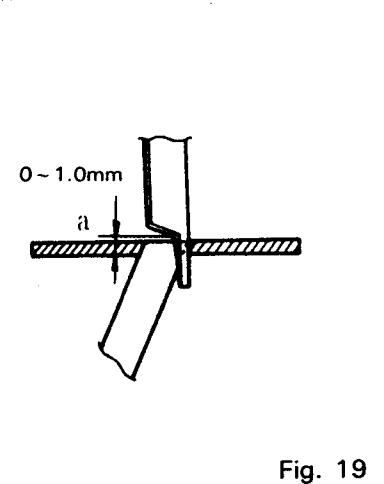

Fig. 19
- (1) Gire a polia até que a faca móvel se posicione em seu ponto morto mais baixo.
- (2) Afrouxe o parafuso de ajuste ①, empurre o detentor ② da faca fixa totalmente para a esquerda e aperte o parafuso de ajuste ① provisoriamente.
- (3) Afrouxe o parafuso de ajuste ③ e ajuste o detentor ④ da faca móvel para a largura de ziguezague da sobrecostura desejada movendo o sujeitador para a esquerda ou direita. Aperte o parafuso de ajuste ③.
- (4) Gire a polia até que o ponto (a) da faca móvel fique 0-1,0 mm acima da superfície superior da placa de garganta como mostrado na Fig. 19, e depois afrouxe o parafuso de ajuste ①.
- (5) Certifique-se de que a faca móvel fique em contacto minucioso com a faca fixa pela pressão da mola, e depois aperte o parafuso de ajuste ①.
- (6) Verifique a agudeza das lâminas das facas. Esta verificação pode ser feita colocando-se um fio entre a faca móvel e a faca fixa e girando a polia para cortar o fio de verdade.